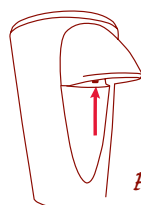

Figure 3
3. Pour enlever la pale à broyer : Appuyez sur le bouton situé sous la glissière à glace. Si vous ne pouvez pas appuyer, tournez la pale d'un demi-tour et réessayez (Figure 3).